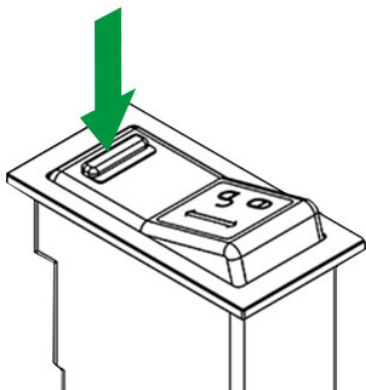

Abbildung 85: Verriegelungsbolzen VERRIEGELN
- Die grüne Sichtanzeige ist ausgefahren und von der Baggerkabine aus sichtbar, siehe *Abbildung 85*.